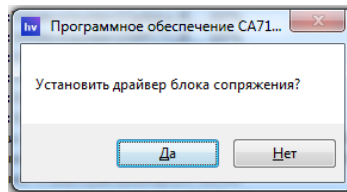

Рисунок 8.5
4) На екрані з'явиться сповіщення "Установить драйвер блока сопряжения?" (рисунок 8.5). На це питання слід відповісти "Да".